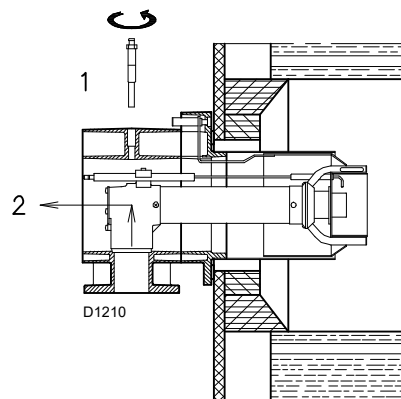

Fig. 12
- togliere la vite 1)(Fig. 12);
- estrarre la parte interna 2)(Fig. 12) della testa e provvedere alla loro taratura.
A questo punto dell'installazione la testa di combustione è fissata alla caldaia come in Fig. 12.